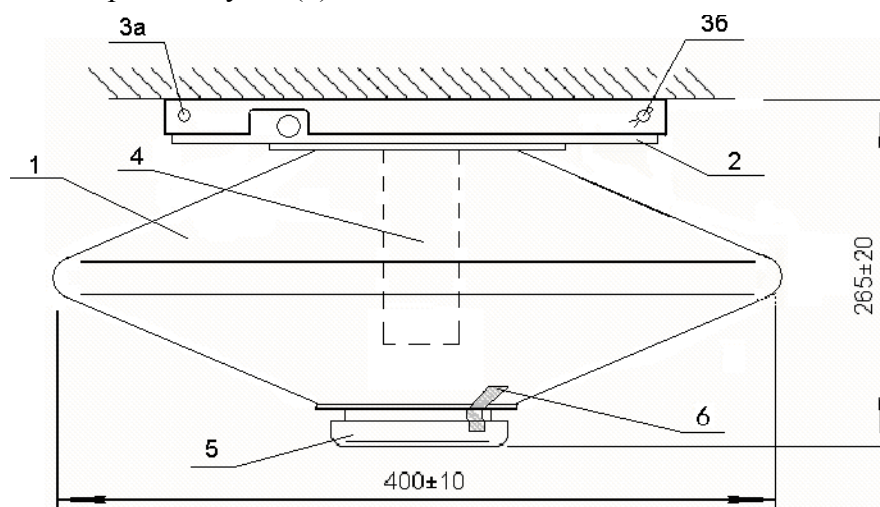

Рис. 1 – Конструкция МПП «Гарант-12»
3.1 Модуль «Гарант-12» конструктивно состоит из следующих основных элементов (рис. 1)²:
- корпуса, заполненного огнетушащим порошком типа АВС (1);
- узла крепления (2) к крепёжной площадке с двумя осями (3а и 3б);
- газогенератора (4) с электроактиватором (ЭА);
- выпускного мембранного узла (5).
⁴ В МПП «Гарант-12» опломбирован выпускной мембранный узел (поз. 6 рис. 1).